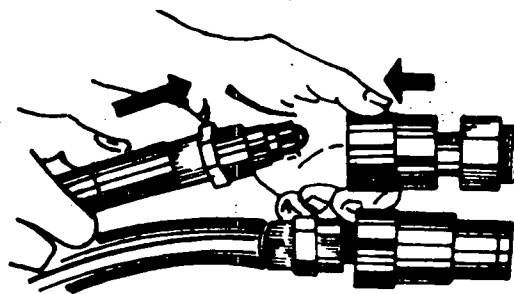

Fig. 2
- a Acople o terminal da mangueira na conexão de saída do óleo (fig. 2).